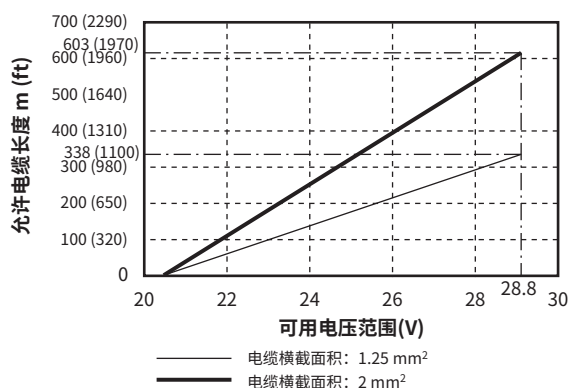

图4.4.2 供电电压和电源电缆长度(一体型流量计和AXW4A分体型变送器)
**(2) 所需电源电压**
- 对于24 V电源(电源代码-2), 变送器端子之间的电压规格为24 V (-15% ~ +20%)。由于电缆电阻的电压压降, 必须采用图4.4.2范围内的电压。